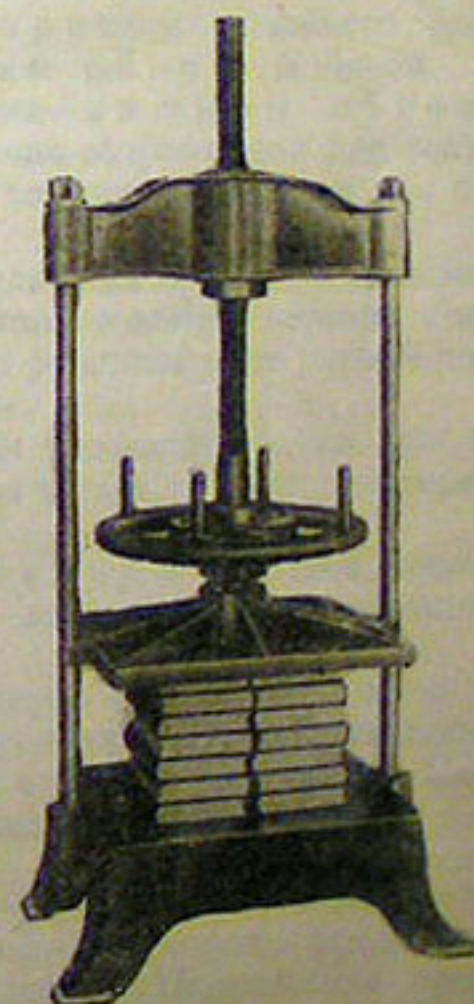

Рис. 5. Обжимной пресс
- 5) прессовку (обжимной пресс, рис. 5).